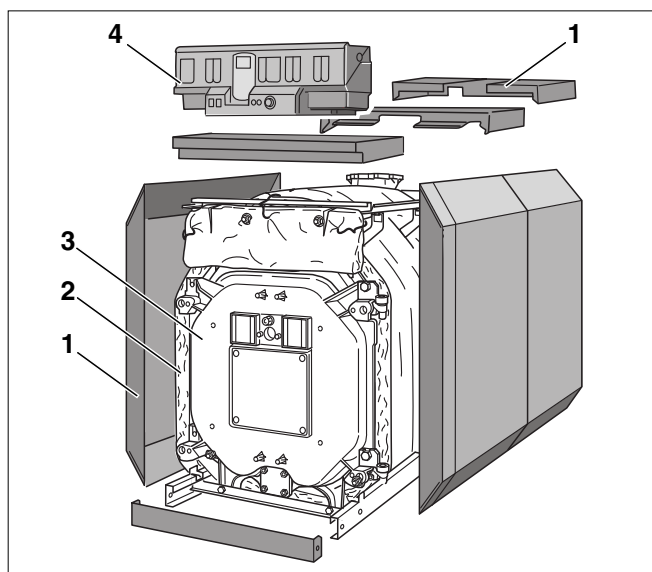
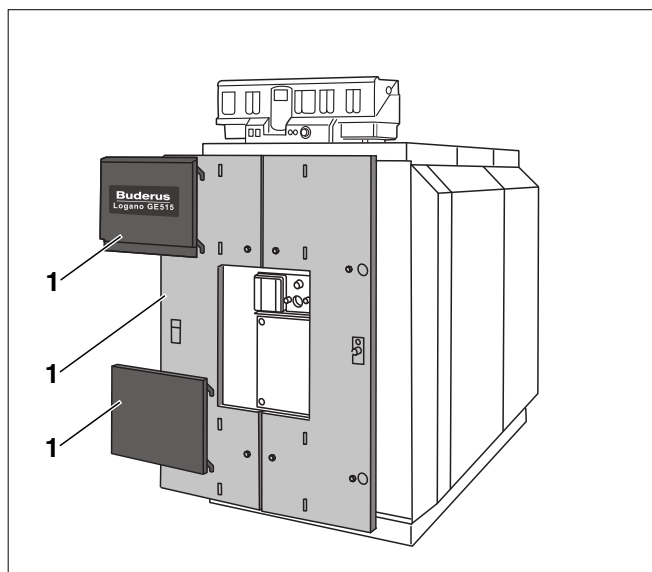

Рис. 1 Специальный отопительный котел Logano GE515 на дизельном и газовом топливе
Рис. 2 Специальный отопительный котел Logano GE515 на дизельном и газовом топливе
- Блок котла (рис. 1, **Поз. 3**).
- Обшивка котла (облицовка рис. 1 и рис. 2, **п. 1**), теплоизоляция (рис. 1, **Поз. 2**).
- Система управления (рис. 1, **Поз. 4**)